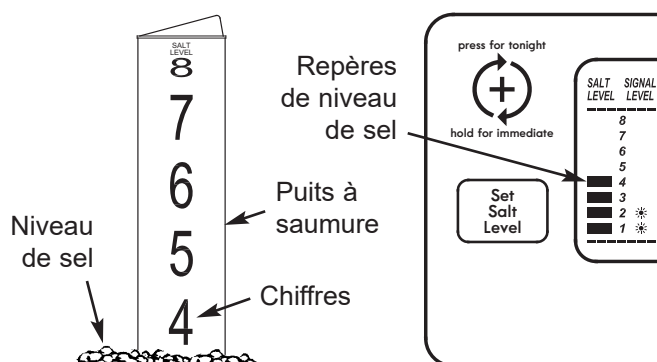

FIG. 25
2. L'échelle de niveau de sel, sur le puits à saumure situé à l'intérieur du réservoir, comprend des chiffres de 0 à 8 (voir figure 25). Repérez le chiffre le plus élevé ou le plus près du sel égalisé.
3. Appuyez sur le bouton RÉGLAGE DU NIVEAU DE SEL autant de fois que nécessaire pour que les barres de repère du niveau de sel dans l'affichage (voir figure 25) correspondent au chiffre sur le puits à saumure. Au niveau 2 ou moins, l'indicateur de « faible niveau de sel » se met à clignoter (consultez la page 12).